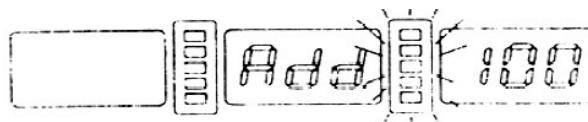

Fig21.
- Dupa terminarea primului ciclu de autocalibrare pe afisajul digital apare "**ADD 100**" (Fig21.), in acelsi timp va scilipti afisajul "**4**" , apoi plasati 100 grame (3,5 uncie) de greutate de echilibrat pe partea exterioara a rotii